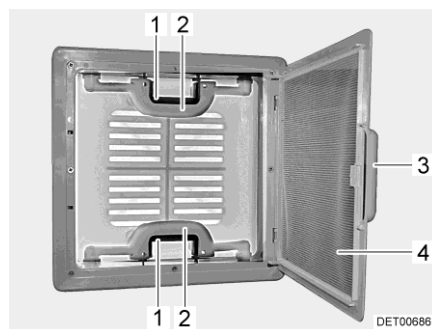

Bild 20 Taklucka med snäplås
- Drag i handtaget (Bild 20,3).
- Fäll ned insektsskyddet (Bild 20,4).
- Tryck snäplåset (Bild 20,1) mot takluckans insida. Tryck samtidigt takluckan uppåt med handtaget (Bild 20,2).
- Fäll upp insektsskyddet (Bild 20,4) så att det hakar i.
- Drag kraftigt ner takluckan med hjälp av båda handtagen (Bild 20,2) så långt, att snäpplåsen (Bild 20,1) går i lås.